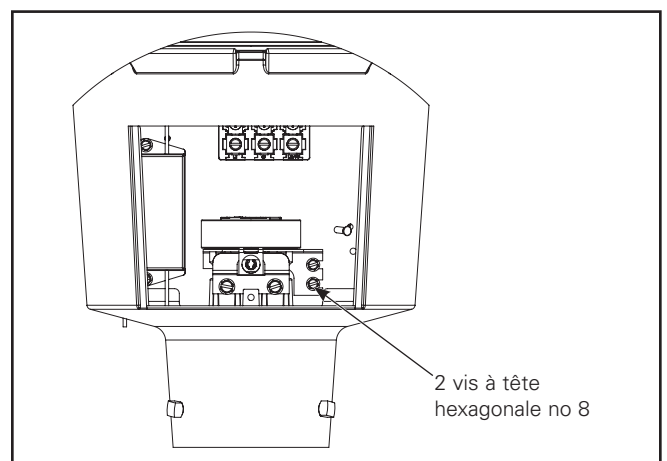

Figure 3.
4. Raccordez les lignes de service à la plaque à bornes. Pour faciliter l'accès temporaire à la plaque à bornes, retirez le support de fixation de l'interrupteur photo-électrique. Vous pouvez retirer le support de fixation en desserrant les deux (2) vis à tête hexagonale no 8 et en soulevant le support de manière à l'éloigner du plateau d'alimentation (Figure 3). Après avoir raccordé les lignes de service, insérez l'interrupteur photo-électrique puis